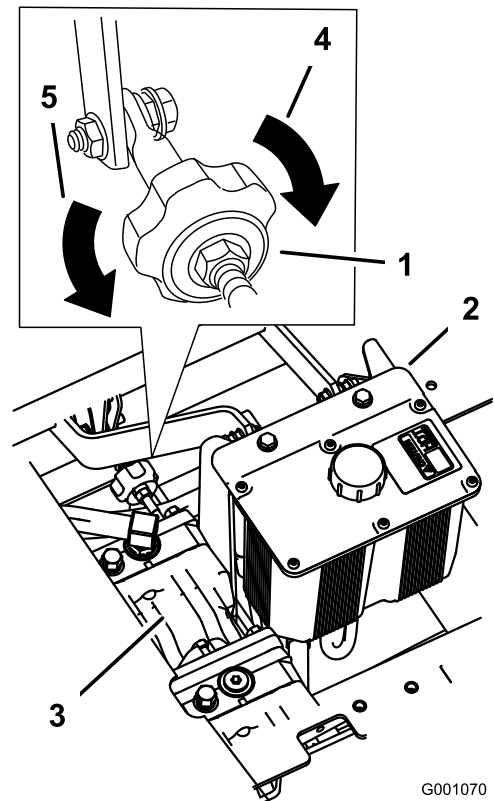

Bild 76
4. Wenn die Maschine nach rechts fahren soll, drehen Sie das Handrad zur rechten Seite der Maschine, siehe Bild 76.
5. Wenn die Maschine nach links fahren soll, drehen Sie das Handrad zur linken Seite der Maschine, siehe Bild 76.